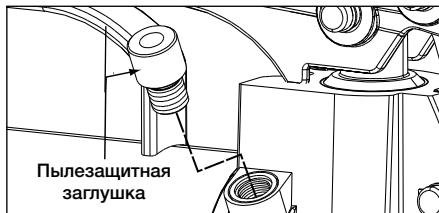

Рисунок 13 – предохранительный клапан (P-77, P-80, P-801 и P-84).
- В моделях P-77, P-80, P-801 и P-84 предохранительный клапан находится на боковой стороне головки насоса. См. рисунок 13.